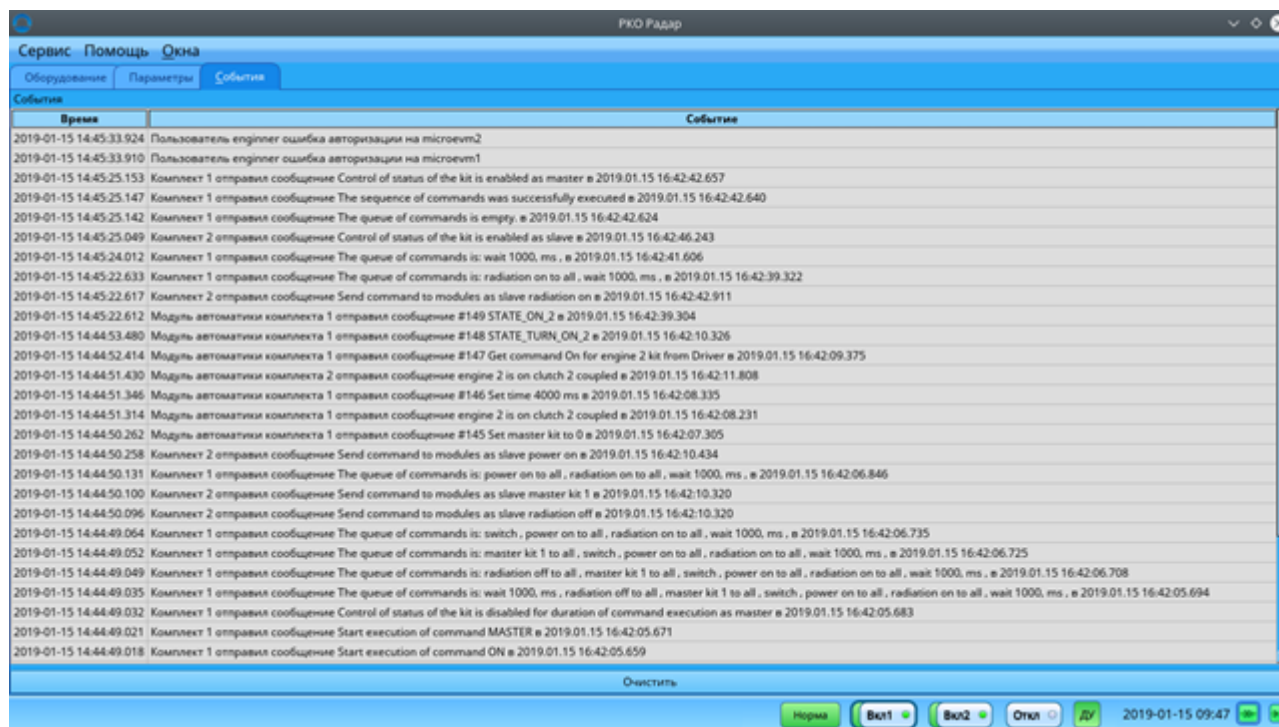

Рисунок 10. Вид вкладки "События"
3.2.3.1 Журнал событий отображается на вкладке «События» (рисунок 10).